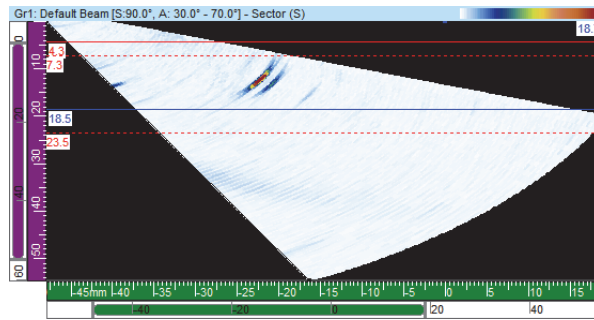

Рис. 4-19 Пример расположения курсоров на секторной развертке (S)
2. В FocusPC, на развертках Сбоку (B), С торца (D) или Сектор (S), установите опорный (красный) и измерительный (синий) курсоры соответственно выше и ниже опорного отражателя калибровочного образца (Рис. 4-19 на стр. 122).
4. В FocusPC, на развертках Сбоку (B), С торца (D) или Сектор (S), установите опорный (красный) и измерительный (синий) курсоры соответственно выше и ниже опорного отражателя калибровочного образца (Рис. 4-19 на стр. 122).